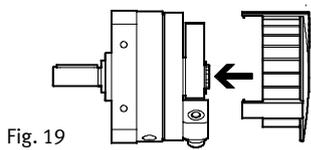

Fig. 19
9. Vuelva a colocar la tapa ciega del DSM (si la hay) en el anillo de trinquete del cuerpo (Fig. 19). Gracias a la rotura de los elementos con punto de rotura controlada, la tapa ciega puede montarse independientemente de cuál sea la posición de los elementos de fijación del amortiguador. Observe las instrucciones para el montaje de la tapa ciega.